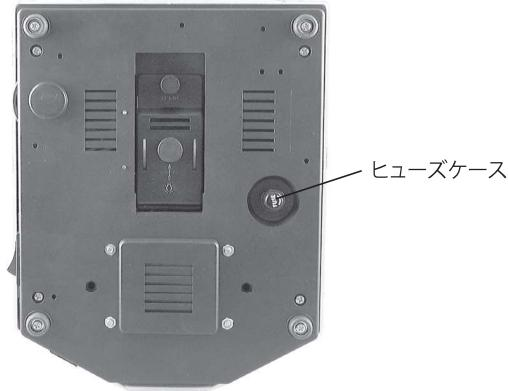

図7
2. ヒューズの交換は、顕微鏡底面にあるヒューズケースを回して開けて行います(図7)。